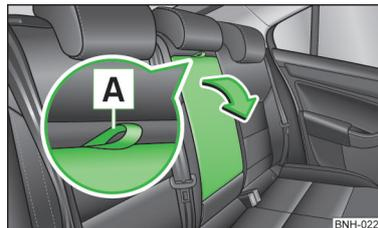

Fig. 55
- Tirare l'occhietto **A** » fig. 55 e ribaltare il bracciolo nella direzione indicata dalla freccia.